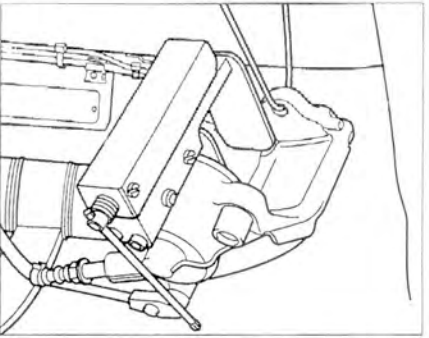

Рис. 8.7. Запрессуйте поршень в тормозной суппорт.
- 7. Установка проводится в порядке, обратном снятию. Перед запрессовкой поршня извлеките некоторое количество тормозной жидкости из бачка. Запрессуйте поршень в тормозной суппорт (рис. 8.7). Момент затяжки направляющих пальцев – 25 Нм.